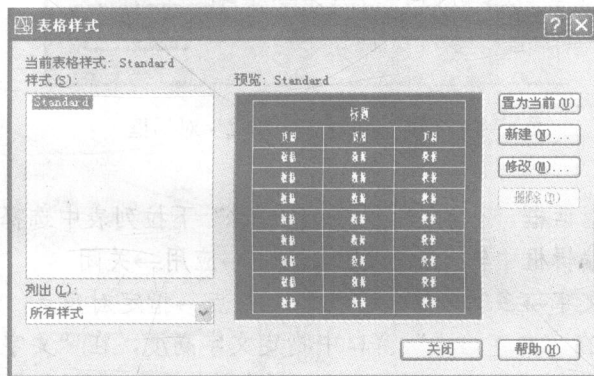

图 1-8 “表格样式”对话框
1. 创建表格样式。下拉菜单：格式→表格样式，出现“表格样式”对话框，如图 1-8 所示。